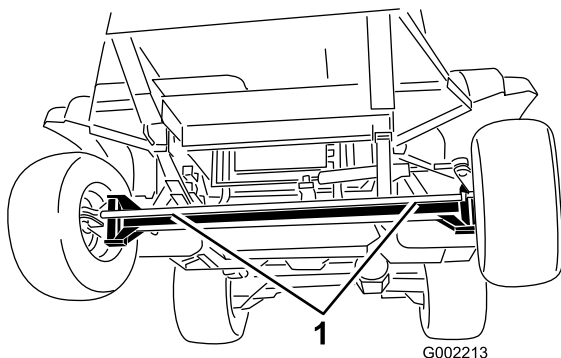
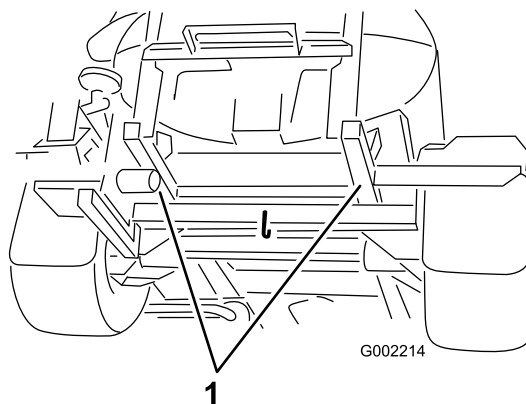

Figure 95
Figure 96
4. Accrochez un câble de remorquage au cadre ; voir les points de remorquage avant et arrière (Figure 95 et Figure 96).